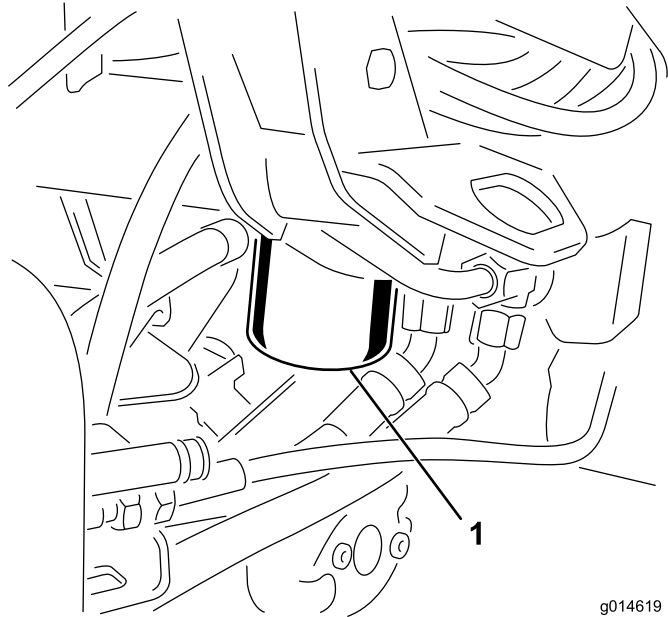

图54
1. 清洁过滤器安装区周围的区域（图54）。在过滤器下面放置一个放油盘并拆下过滤器。